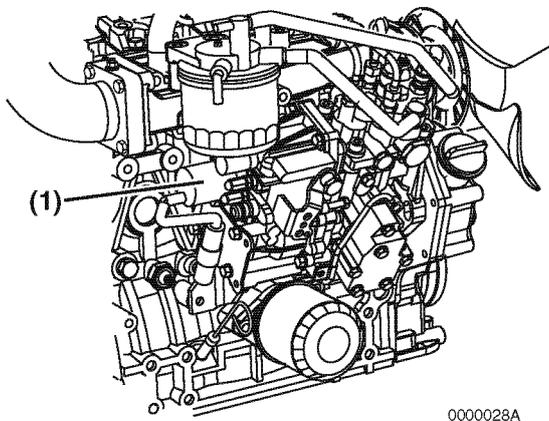

Abbildung 19
In der Schlüsselstellung ON (EIN) wird das Abschaltventil (**Abbildung 19, (1)**) geöffnet, Kraftstoff wird dem Motor über die Einspritzpumpe zugeführt und der Motor kann gestartet werden. In der Schlüsselstellung OFF (AUS) wird das Abschaltventil deaktiviert, die Kraftstoffzufuhr über die Einspritzpumpe wird unterbrochen und der Motor wird abgestellt.